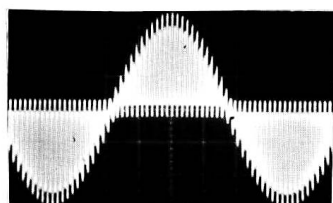

Fig. 1
- Moduler sur une seule voie le signal HF, multiplex (fig. 1).